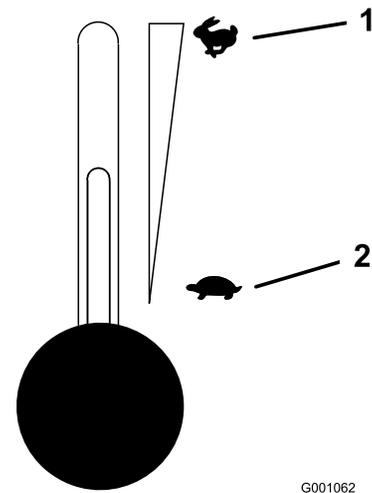

Figure 16
- Réglez la manette d'accélérateur à mi-course entre les positions bas et haut régime (Figure 16).